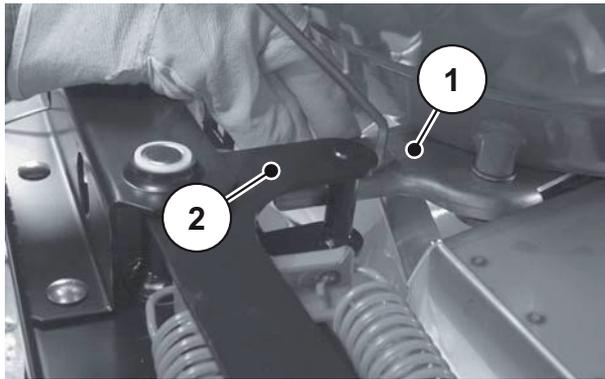

Bild 9.6: Dosierschieber auf Anschlag ziehen
18. Ziehen Sie den Dosierschieber [1] von Hand auf Anschlag [2] (siehe Bild 9.6).